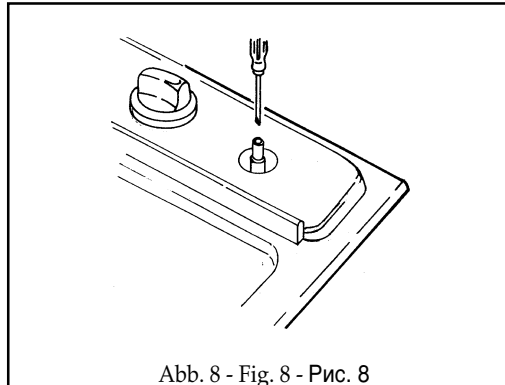

Abb. 8 - Fig. 8 - Рис. 8
- bei der Einstellung des Mindestwertes, den Hahnhebel auf das Minimum drehen und die Einstellschraube am Hahn mit entsprechendem Schraubenzieher drehen (s. Abb. 8). Bei Betrieb mit Flüssiggas (Butan- /Propangas) Einstellschraube fest anziehen.
- to adjust to the minimum, use a screwdriver on the screw placed on the tap (Fig. 8) after turning the tap to its minimum position. For LPG (butane/propane) screw tight.
- При установке уровня минимальной подачи газа рычаг крана повернуть в положение минимум и соответствующей отверткой вращать регулировочный винт (см. Рис. 8). При использовании жидкого газа (бутан-пропан) завернуть крепко регулировочный винт.